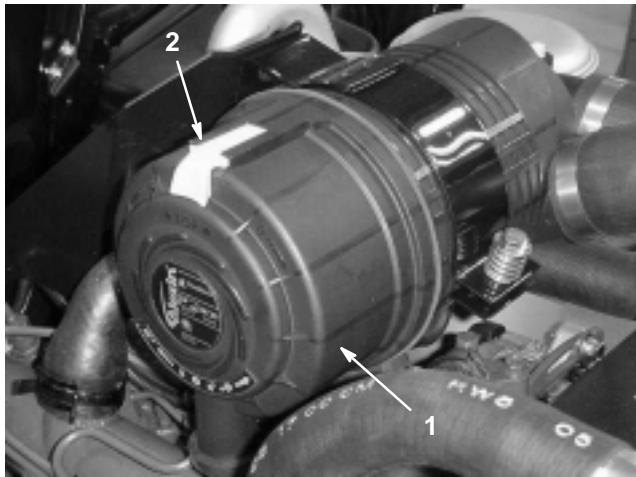

Bild 40
1. Lösen Sie die Laschen, mit denen der Deckel am Luftfilterkörper abgesichert wird (Bild 40). Trennen Sie den Deckel vom Körper ab. Reinigen Sie die Innenseite des Luftfilterdeckels.